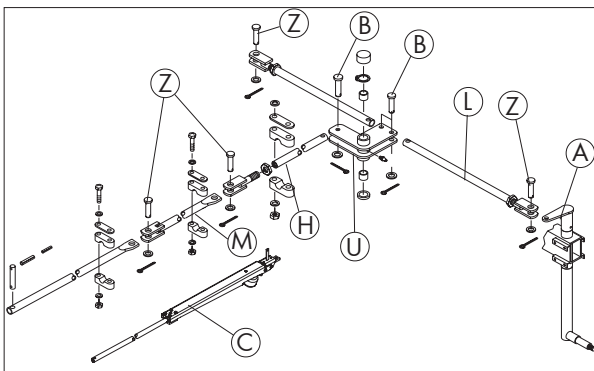

Fig. 2-2
Les leviers de commande (A) doivent être positionnés vers l'avant dans le sens de marche (fig. 2-2).